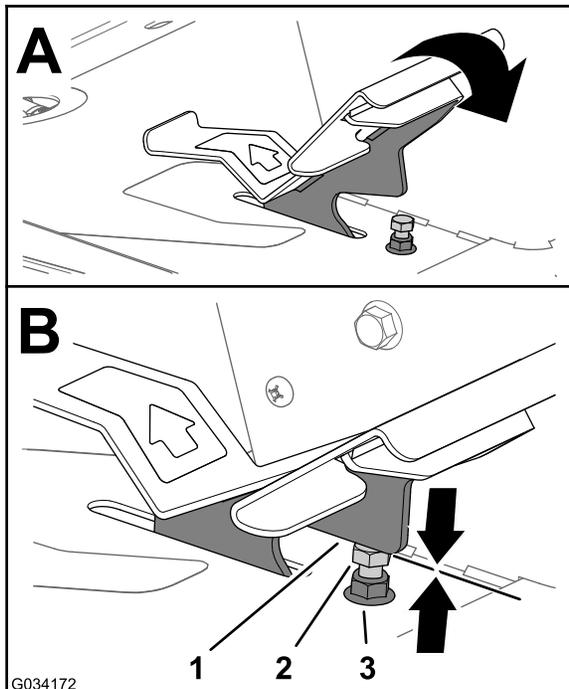
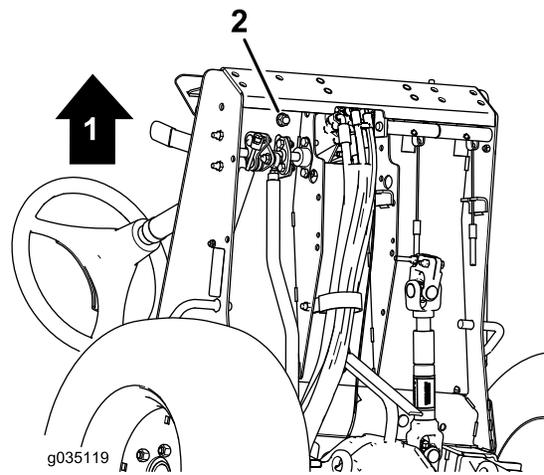

Figura 78
Figura 79
1. Mova o pedal de tração completamente para a frente (Figura 78).
- A. Segure no batente do pedal de tração (Figura 78) com uma chave.
- B. Desaperte a porca de retenção na parte inferior da placa do apoio de pé (Figura 79).
- C. Mova o pedal de tração para a posição de marcha (Figura 78).
- D. Enquanto pressiona o batente do pedal de tração, ajuste a porca de retenção que está acima da placa do apoio de pé (Figura 78) até que o pedal de tração toque no batente.
- F. Enquanto segura o batente do pedal de tração, aperte a porca de retenção na parte inferior da placa do apoio de pé (Figura 78 e Figura 79) com uma força de 37 a 45 N·m.